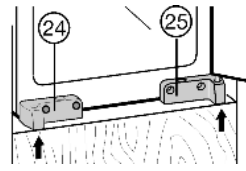

Fig. 12
- ▶ Ajuster l'appareil en profondeur : Ajuster l'arête avant du support Fig. 12 (24), le support Fig. 12 (25) et l'équerre de fixation Fig. 12 (22) de façon à ce qu'ils affleurent l'arête avant du bas du meuble et la paroi latérale du meuble.